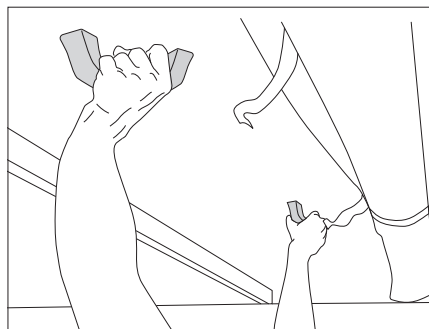

Bild 35 Aufstelldach hochstellen
- Aufstelldach an den Griffen mit beiden Händen nach oben drücken (Bild 35).